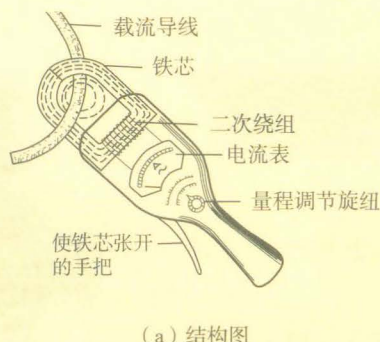

图 2-6-7 钳形电流表
5. 钳形电流表是一种测量交流电流的仪表, 其结构和外形如图 2-6-7 所示, 试说明其测量交流电流大小的原理。